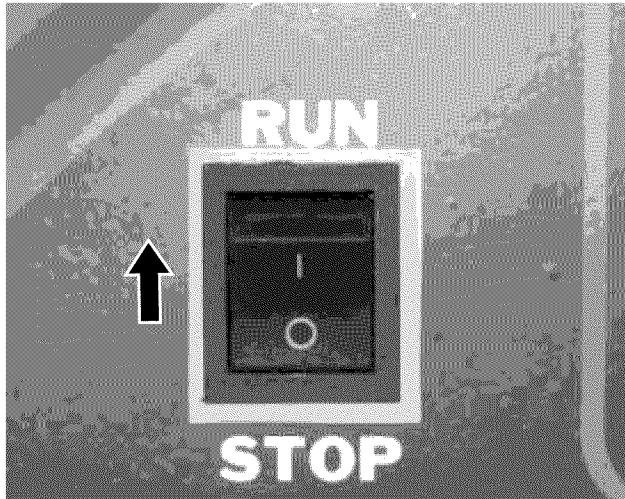

Figura 24 – Interruptor de control del motor
- Empuje el interruptor de control del motor hasta la posición **RUN (funcionamiento)** (vea la Figura 24).